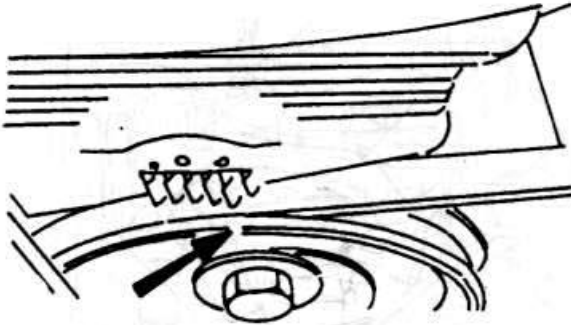

Рис. 2.89
- ♦ Установите поршень в первом цилиндре в положение ВМТ (рис. 2.89).